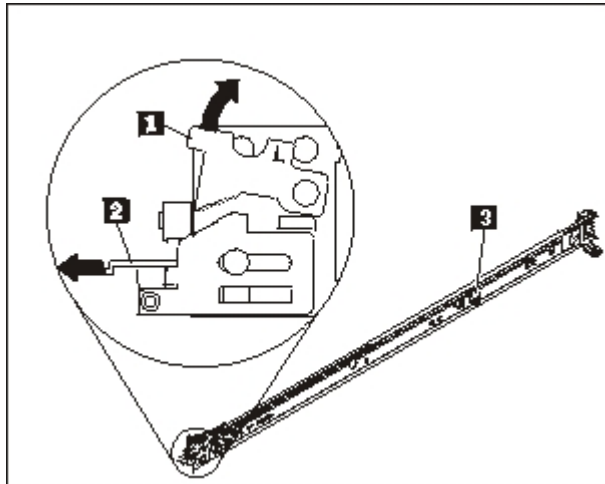

図9. スライド・レールの図
1. 20 ページの図 9 に示されているように、前方のスライド・レール・ラッチを開きます。